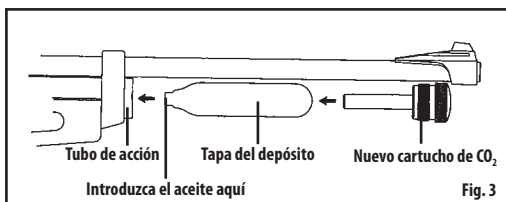

Fig. 3
9. Inserte el cartucho de CO₂ nuevo en la pistola de aire comprimido; la parte más delgada del cartucho de CO₂ es la que se inserta primero en el tubo de accionamiento (Fig. 3).